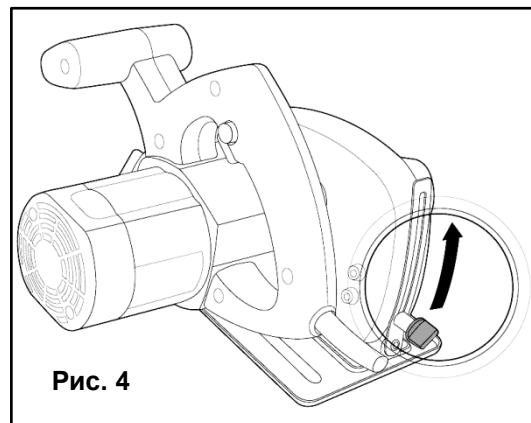

Рис. 4
- Отпустите выключатель (3).
- Ослабить зажимной винт линейки глубины резания (17).
- Установить желаемую глубину резания, согласно показаниям шкалы линейки глубины резания (2).
- Затянуть зажимной винт линейки глубины резания (17) (См. Рис. 4).